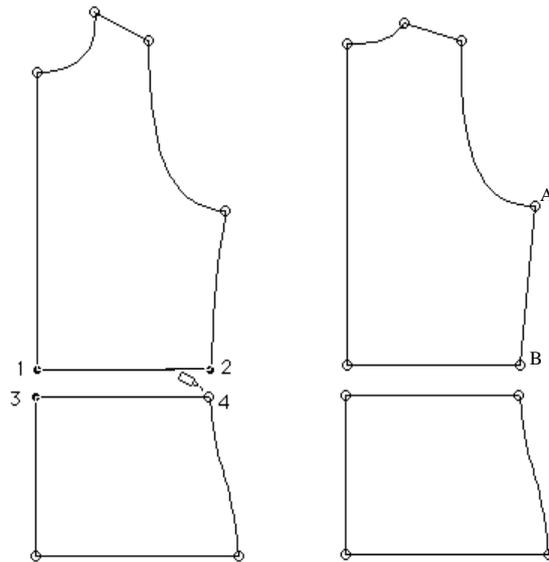

Figura 2-20.
2. Haga clic en el punto 1, luego en el punto 2, luego en el punto 3 y finalmente en el punto 4 como lo muestra la Figura 2-20.